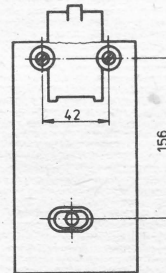

Abb. 3
- 3) Duebelloecher nach Abb. 3 bohren
- 7) Grundplatte nach Abb. 3 anschrauben